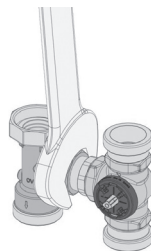

Abb. 15
1. Überwurfmutter am Bypass mit einem Mausschlüssel SW52 lösen (Abb. 15).